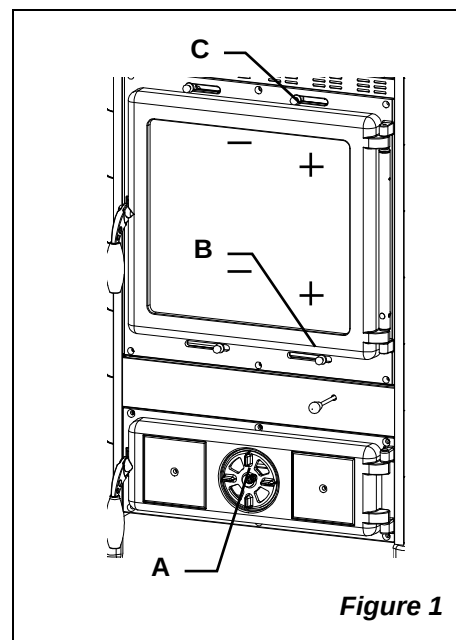

Figure 1
Le registre d'air inférieur (vanne pivotante) règle le passage d'air primaire dans le bas du poêle à travers le bac à cendres et la grille en direction du combustible (Figure 1 - A) L'air primaire est nécessaire pour le processus de combustion. Le bac à cendres doit être régulièrement vidé de façon à ce que les cendres ne puissent gêner l'arrivée de l'air primaire pour la combustion. Le feu est également maintenu en vie par le biais de l'air primaire.
Dans la partie inférieure (Figure 1 - B) et dans la partie supérieure (C) de la porte foyer il y a le régulateur de l'air secondaire. Il doit être ouvert (donc complètement à droite), en particulier pour la combustion du bois.